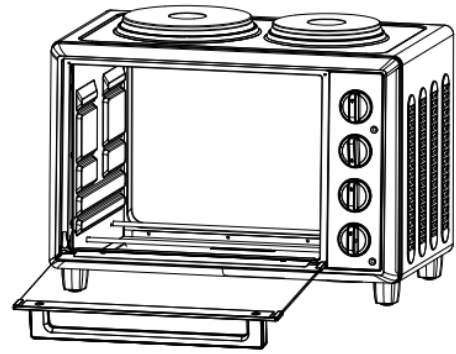

Abb. 11
8. Lassen Sie die Ofentür einen Spalt offen, wenn Sie grillen oder tosten (Abb. 11).